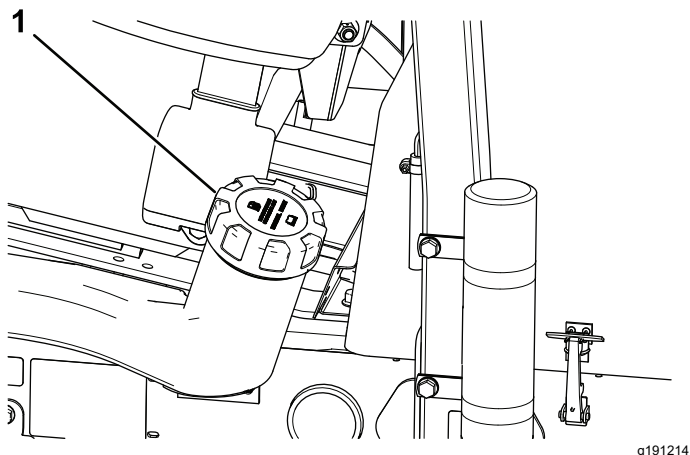

Figure 31
2. Nettoyez la surface autour du bouchon du réservoir de carburant (Figure 31).